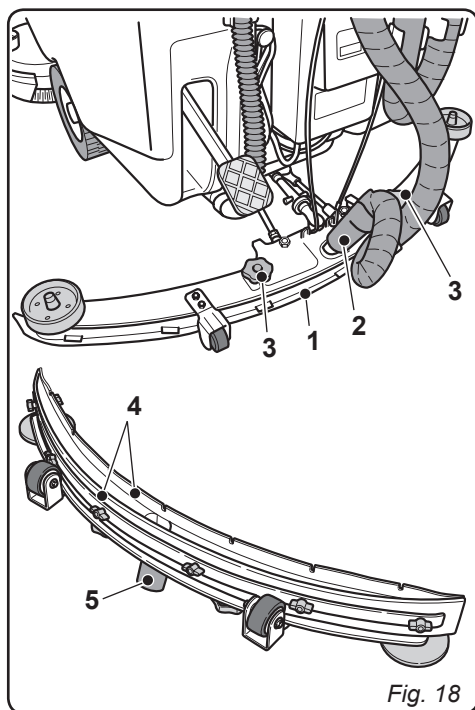

Fig. 18
- Togliere il coperchio (1).
- Sollevare il serbatoio (2).
- Lasciando il tubo (3) abbassato e il tappo rimosso, tramite un tubo versare acqua corrente all'interno del serbatoio (2), pulendolo fino a che dal tubo di scarico fuoriesca acqua pulita.
- Inserire una mano all'interno del serbatoio e pulire con un panno umido le sonde di livello (4) facendo attenzione a non deformatle.
- Svitare la vite a brugola (5) e togliere il coperchio filtro (6).
- Rimuovere e pulire il filtro (7) di aspirazione togliendo eventuali pezzi di carta, legno ecc... che lo ostruiscono.
10.1.c - Pulizia tergitore (Fig. 18)